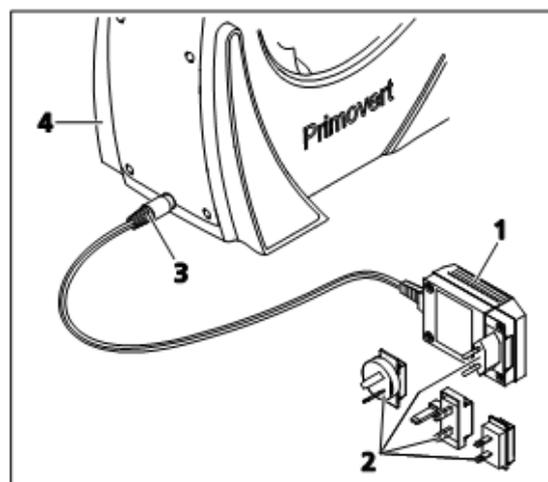

图 9 连接插入式电源单元
- 如果有必要，请选择使用所在国家的电源接头适配器连接到插入式电源单元（图 9/1），拔出已安装的电源接头适配器，并插入合适的。
- 将插入式电源单元的插头（图 9/3）插入显微镜架（图 9/4）后面的连接插座上。
- 使用电源插座连接插入式电源单元（图 9/1）
- 由于空间受限，不能将插入式电源插入选定的电源插座中，那么请使用提供的 IEC 适配器（图 9/2）来替换电源插座适配器。这样便可以将插入式电源平放到桌面上，然后通过该国家特定的电器电缆连接到外接电源。